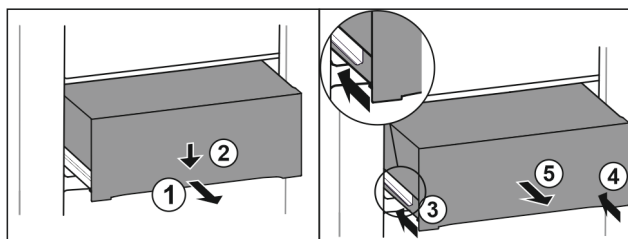

Fig. 193
- Schubfach halb herausziehen. Fig. 193 (1)
- Schubfach an der Vorderseite nach unten drücken. Fig. 193 (2)
- Linke Schiene etwa 2 cm einschieben. Fig. 193 (3)
- Rechte Schiene etwa 2 cm einschieben. Fig. 193 (4)
- Schubfach nach vorne entnehmen. Fig. 193 (5)